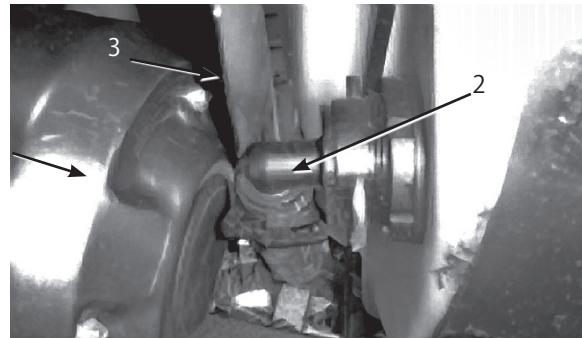

図52
3. タンクの前壁の下にあるホース(図52)を外す。
注:防熱シールド(図52)を押しのけないとカバーが取り外せない場合があります。
8. タンク前面下のホース(図52)を接続する。